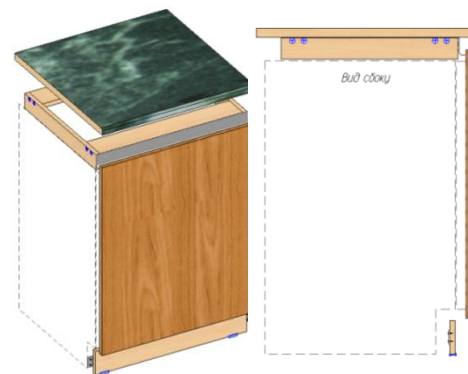

Рис.2 Комплект ПММ (НН) 780х...
(см. рис.2) — шириной 450 и 600мм, глубиной 600мм. Представляет собой нишу, обрамлённую сверху, под столешницей каркасом высотой 60мм (для компенсации высоты каркасов столов с возможностью установить с лицевой стороны (L) профиль, который является единым продолжением профиля смежных модулей) и фасадом (навешивается на ПММ), снизу комплектуется цоколем (является единым продолжением цоколя смежных модулей).